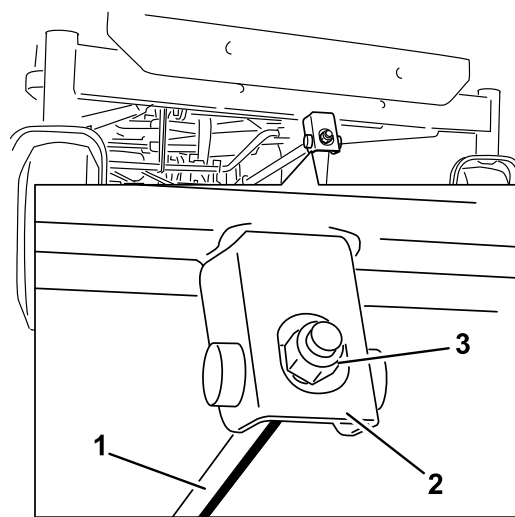

**Figure 65**
4. Faites pivoter les lames avec précaution pour faire passer les pointes avant à l'arrière (Figure 64 et Figure 65).
5. Mesurez la distance entre la pointe de la lame avant et la pointe de la lame arrière par rapport à la surface plane (Figure 64 et Figure 65). Si la pointe avant de la lame n'est pas de 1,6 à 7,9 mm plus basse que la pointe arrière, réglez le contre-écrou.
8. Une fois le réglage effectué, vérifiez à nouveau l'inclinaison avant/arrière des lames. Poursuivez le réglage de l'écrou jusqu'à ce que la pointe avant de lame soit de 1,6 à 7,9 mm plus basse que la pointe arrière (Figure 64 et Figure 65).